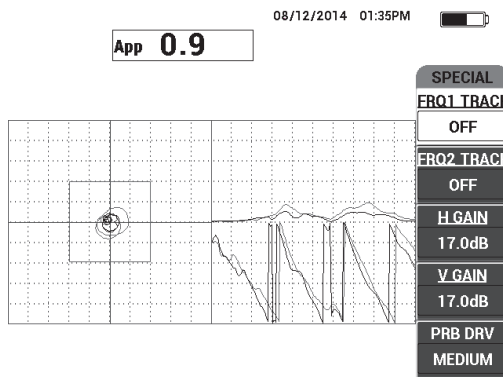

Figura 6-58 Sinal de referência anteriores
3. Mantenha a sonda parada na parte boa do padrão e, em seguida, pressione e segure a tecla REF SAVE (REF \square) para salvar os sinais de referência anteriores (veja Figura 6-58 na página 172).